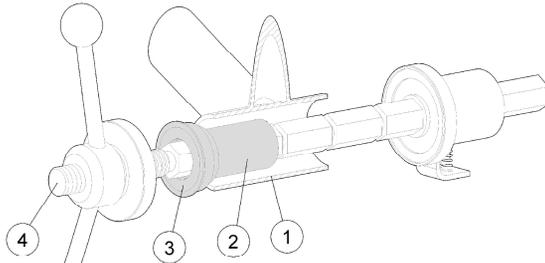
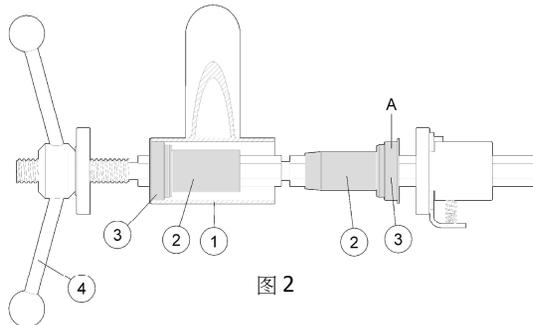

图 1
图 2
1. 确实检查并清洁车架五通 ①。确认无铁屑、毛边与残留漆渍，并准备相关的组装工具。
2. 一次安装一个轴承碗组，以免损坏塑料套筒 ②。
3. 将轴承碗组 ③ 与塑料套筒 ② 套入车头碗工具 ④ (图 1) 注意: **BB-PF8200 & BB-PF6000** 左右侧轴承碗组相同。但 **BB-PF30A/73/SMN** 二侧轴承碗组不同，分别以 "DS B3234"、"NDS B3233" 标记。
4. 将车头碗工具 ④ 穿过五通 ①。
5. 使用车头碗工具 ④ 将轴承碗组 ③ 与塑料套筒 ② 压入五通内。锁紧车头碗工具 ④ 直到逼迫轴承碗组 ③ 凸缘面与五通面 ① 接触。
6. 重复步骤 4 到 6 安装另一个轴承碗组，确认塑料套筒对齐且是水平的，可避免损坏塑料套筒。一侧的塑料套筒应容易对应装入另一个塑料套筒 (图 2)。
7. 轴承碗组安装完成后，松开车头碗工具 ④ 并小心自五通移出。